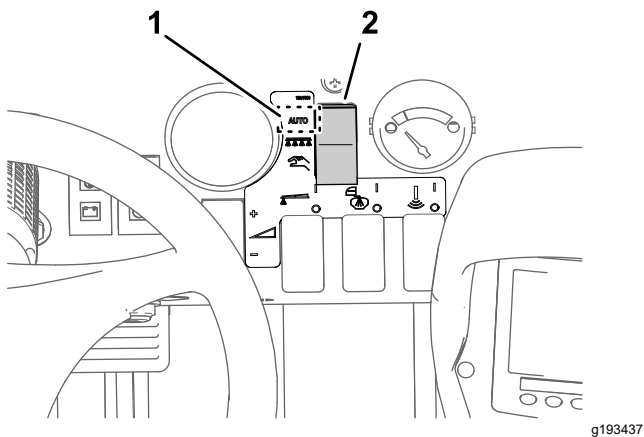

Figura 43
- Mueva el interruptor del modo de fumigación al Modo de caudal de aplicación (Figura 43).